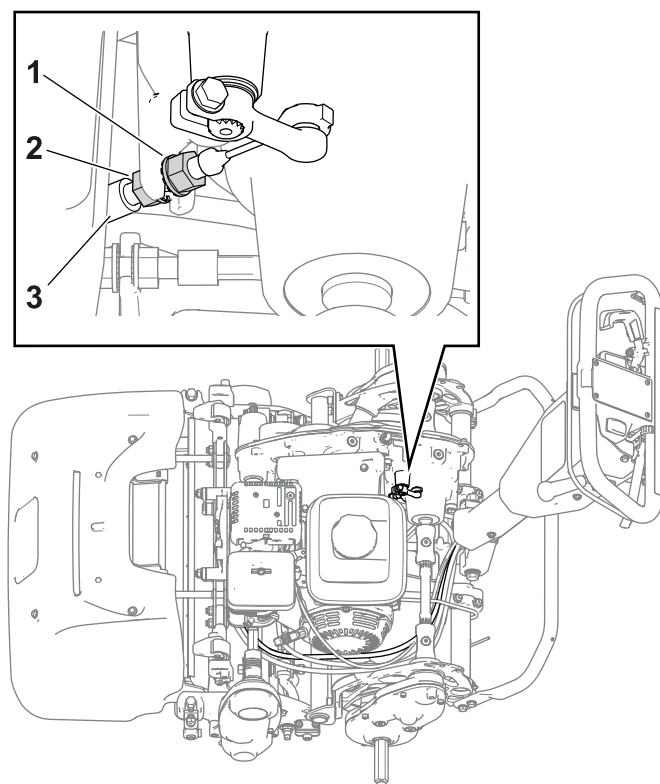

Figure 33
- Pour augmenter la tension du câble, desserrez l'écrou de blocage avant et serrez l'écrou de blocage arrière (Figure 33). Répétez l'opération 2 et ajustez la tension au besoin.
- Pour diminuer la tension du câble, desserrez l'écrou de blocage arrière et serrez l'écrou de blocage avant (Figure 33). Répétez l'opération 2 et ajustez la tension au besoin.